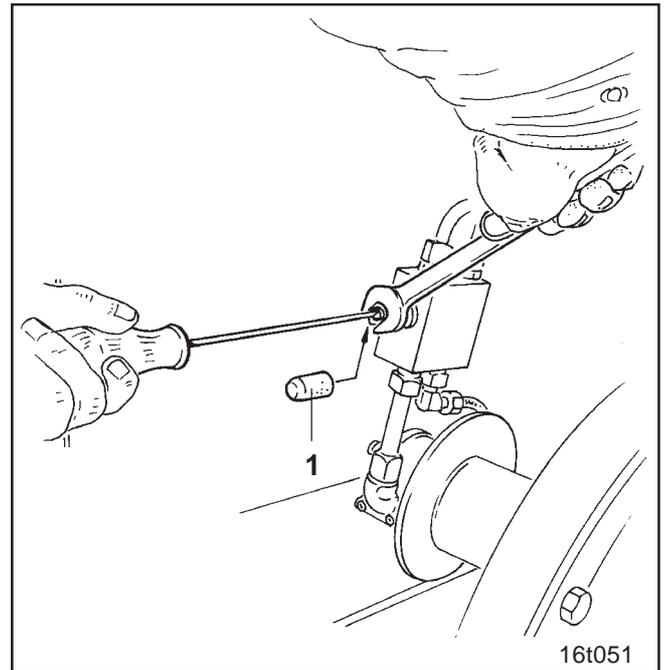

Fig. 12.3
Stellen Sie die Gebläsedrehzahl am Druckbegrenzungsventil (Fig. 12.3 bzw. Fig. 12.2/3) oder am Stromregelventil des Schleppers (siehe unten) ein.
Zum Einstellen der Gebläsedrehzahl am Druckbegrenzungsventil (Fig. 12.3 bzw. Fig. 12.2/3):
- Schutzkappe (Fig. 12.3/1) entfernen
Nach erfolgter Einstellung, Ventil mit Kontermutter sichern und Schutzkappe (Fig. 12.3/1) aufstecken.